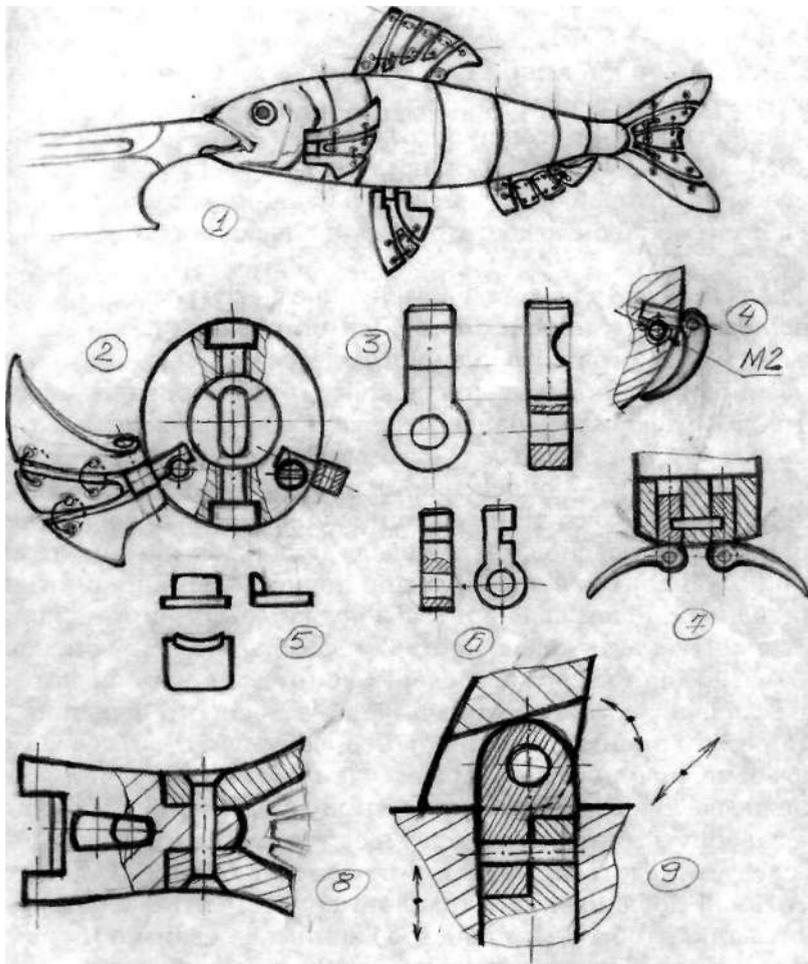

Рис. 5.45. Плавники и хвост
#### **Дополнительно о креплении верхнего плавника (поз. 9 рис. 5.45).**
Плавники возле головы и спаренные на брюхе рыбы закреплены иначе, чем верхний и нижний (рис. 5.45, поз 2-7). Одна из задач состояла в том, чтобы попытаться конструктивно объединить их расположение на теле рыбки и чтобы они минимально мешали захвату руки. Поэтому «голову» пришлось слегка удлинить, добавив к ней часть «тела» (поз. 1). Плавники, которые расположены возле головы, крепятся на деталь, показанную на позиции 3. Для ее крепления необходимо просверлить отверстие перпендикулярно поверхности тела «рыбки». Деталь вставляется свободно, без натяга, от проворота по оси и для базирования в посадочном отверстии она фиксируется винтом (М2).
**Собственно работа над плавниками (см. рис. 5.45, поз. 1).** Для верхнего и нижнего плавников необходимо сразу точно определить межосевые расстояния. Отметив их на бумаге, рисуется схематика работы плавников. Плавники обязательно должны «держат» форму: верхний — не проваливаться, а нижний — не провисать! И это помимо того, что они обязательно должны двигаться! Если всю мою конструкцию перевернуть, т.е. придать ей нехарактерное положение в пространстве, то в этих словах легко убедиться. Необходима прорисовка всех элементов, которые в последующем выпиливаются из металла. Каждому элементу плавника придается окончательная форма и отделка. Симметричные детали делаются сразу попарно. Элементы плавников держатся на кольцах. Все отверстия в элементах засверлены ручной дрелью (сверло D 1,0 мм), детали держал руками, место засверливания сначала кернил. В каком месте сверлить отверстия под соединительные кольца или какие под них делать пазы, рассматривалось в каждом отдельном случае. Первоначально плавники были собраны на фальш-оси, а после проверки их работы по месту, они собраны на заклепки, сделанные на сверлильном станке из *латунных* сапожных гвоздик.